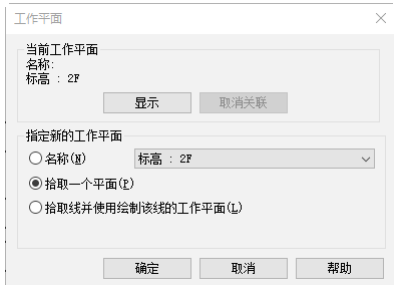

图 13-115 “工作平面”对话框
(2) 单击“建筑”选项卡“工作平面”面板中的“设置”按钮，打开“工作平面”对话框，选择“拾取一个平面”单选项，如图 13-115 所示，单击“确定”按钮，在视图中拾取步骤 (1) 绘制的参照平面。
(3) 打开“转到视图”对话框，选择“立面：南”视图，单击“打开视图”按钮，将视图切换至南立面视图新建参照平面截面。